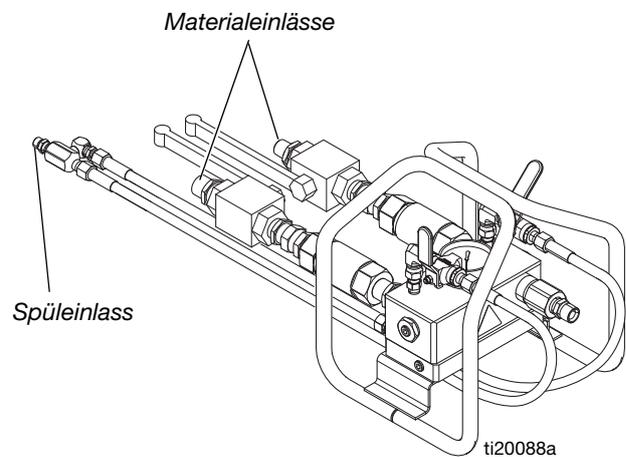

ABB. 23
2. **Systeme 262869, 262898 und 262943:** Schließen Sie den Schlauch A mit 3/4 Zoll und den Schlauch B mit 1/2 Zoll an die Materialeinlasskugelhähne am Mischverteiler an. Siehe ABB. 23.
Systeme 24W626 und 262945: Tauschen Sie den Einlassnippel der B-Seite und schließen Sie den Schlauch A mit 3/4 Zoll und den Schlauch B mit 3/4 Zoll an die Materialeinlasskugelhähne am Mischverteiler an. Kennzeichnen Sie die Materialschläuche (grün und blau) mit der entsprechenden Farbkennzeichnung am Mischverteiler. Siehe ABB. 23.
4. Verlegen Sie die violetten Spülschläuche vom Verteiler unter dem Verteilerblock hindurch und schließen Sie sie an den 1/4 Zoll-Spülschlauch im Schlauchpaket an. Siehe ABB. 23.